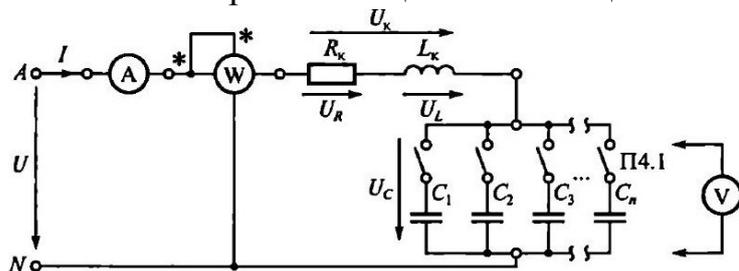

Рис. 5.1. Схема ЭЦ для изучения резонанса напряжений
Схема ЭЦ с включенными в нее измерительными приборами приведена на рис. 5.1. В качестве измерительных приборов в работе используются:
3.3. Собрать ЭЦ в соответствии с рис. 5.1. С помощью переключателя пределов установить наибольшую номинальную величину измерительных приборов. Все конденсаторы должны быть отключены (кнопки отжаты).
5.2. В ЭЦ, приведенной на рис. 5.1,  $U = 20$  В, емкость  $C$  изменяется от до 50 мкФ, параметры катушки индуктивности  $R_k$  и  $L_k$  для разных вариантов приведены в табл. 5.4.